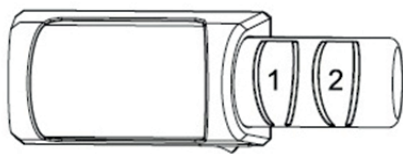

Рис. 5
1. Шлифовка. На этом этапе происходит основная заточка ножа дисками с алмазным напылением (на **рис.5** шлифующие диски обозначены цифрой «1»).
2. Полировка. Предназначен для придания лезвию ножа бритвенной остроты. (Полирующие диски обозначены на **рис.5** цифрой 2).